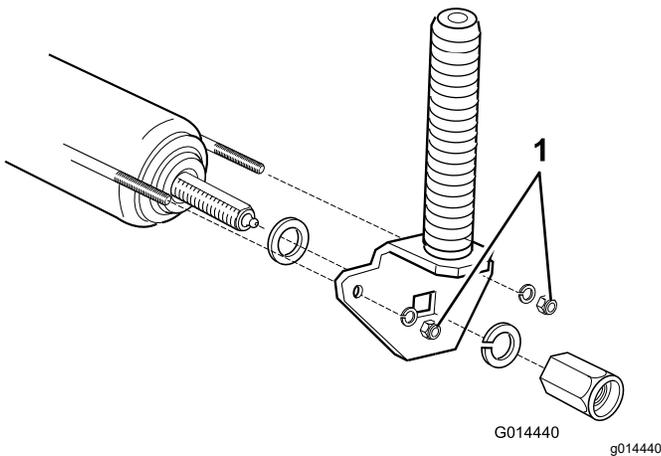

Figura 80
2. Serrate i dadi con 4 giri completi per sottoporre a una corretta tensione i fili (**Figura 80**).